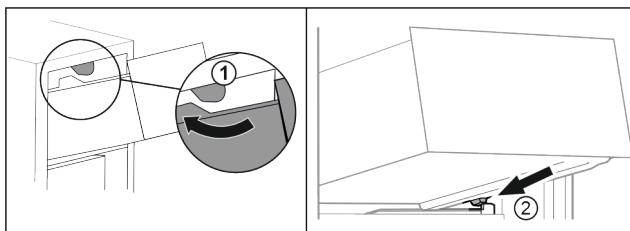

Fig. 63
- Prevedte zásuvku okolo horných zarážok. Fig. 63 (1)
- Nasadte zásuvku šikmo za dolnými zarážkami na rebro nádoby. Fig. 63 (2)